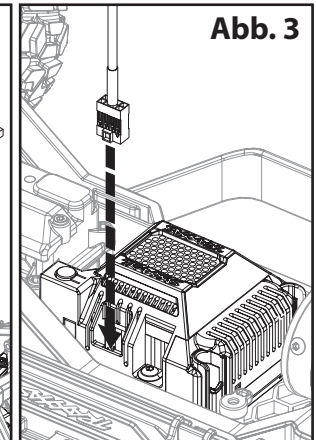

Abb. 3
3. Stecken Sie den 8-Pin-Stecker vom Hochspannungs-Leistungsverstärker am Zusatz-Port am elektronischen Geschwindigkeitsregler ein und **beachten Sie dabei die Orientierung** (Abb. 3). Der Hochspannungs-Leistungsverstärker und die Lichter werden eingeschaltet, wenn der elektronische Geschwindigkeitsregler eingeschaltet wird.